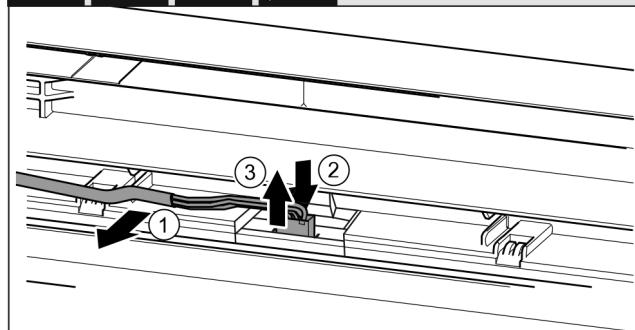

Fig. 9 Küh-/Gefrierkombinationen / Gefriergeräte / Kühleräte
- Kabel Fig. 9 (1) vorsichtig aus der Führung in der Tür lösen.
- Lasche Fig. 9 (2) hinter dem Stecker nach hinten drücken.
- Stecker Fig. 9 (3) vorsichtig nach oben herausziehen.